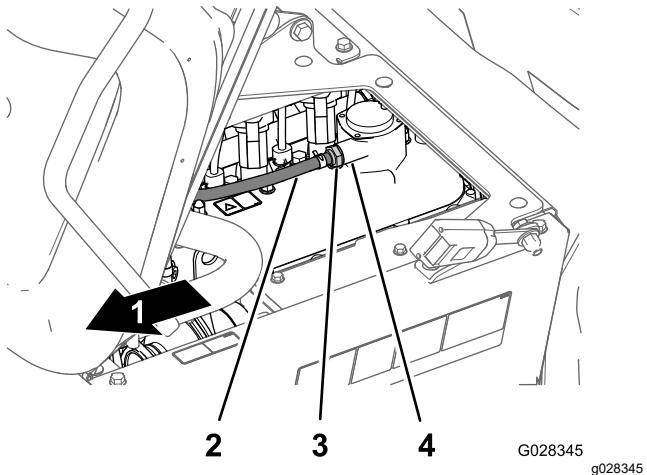

Figure 81
2. Déposez le clapet RGC du raccord sur le couvre-culasse (Figure 81).
- Remarque:** Si le restricteur interne du clapet RGC cliquette, le clapet est réparable; dans le cas contraire, remplacez le clapet (Figure 81).
4. Insérez le clapet RGC jusqu'à ce qu'il soit complètement engagé dans le joint du raccord du couvre-culasse (Figure 81).